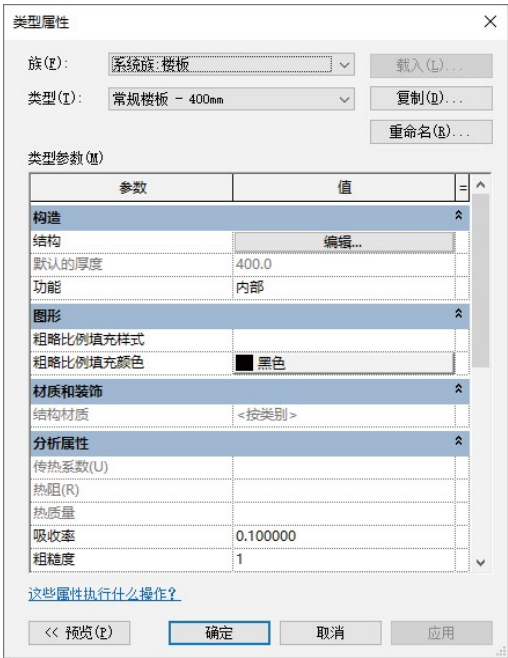

图 1-15 “类型属性”对话框
- “编辑类型”按钮：单击此按钮，打开相关的“类型属性”对话框，该对话框用来查看和修改选定图元或视图的类型属性，如图 1-15 所示。